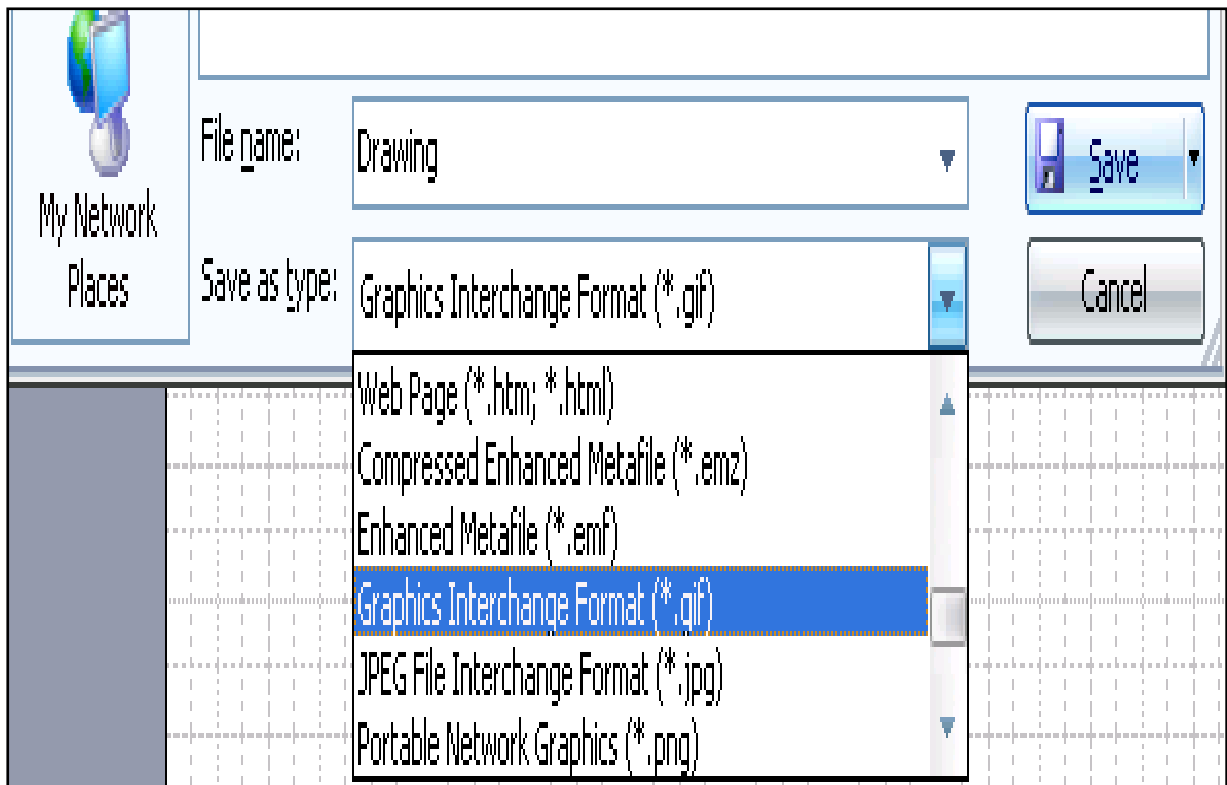

Рис. 63. Выбор форматов файлов
2) в формате *.gif - в диалоговом окне «Сохранение» в поле “*Save as type:*” выбрать тип файла Graphics Interchange Format (*.gif), рисунок 63: